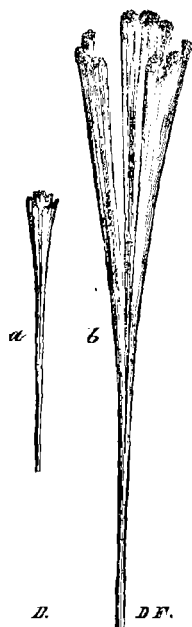

Fig. 236. Pistils de safran. *a*, de grandeur naturelle, *b*, grossie.
**Origine.** — C'est le pistil (fig. 236) de la fleur d'une plante ressemblant aux iris, qu'on cultive en Espagne, en Autriche, en Chine et aux environs d'Avignon. Il est formé par de petits filaments d'un rouge orangé, qui, dissous dans l'eau, lui communiquent une coloration orangée.